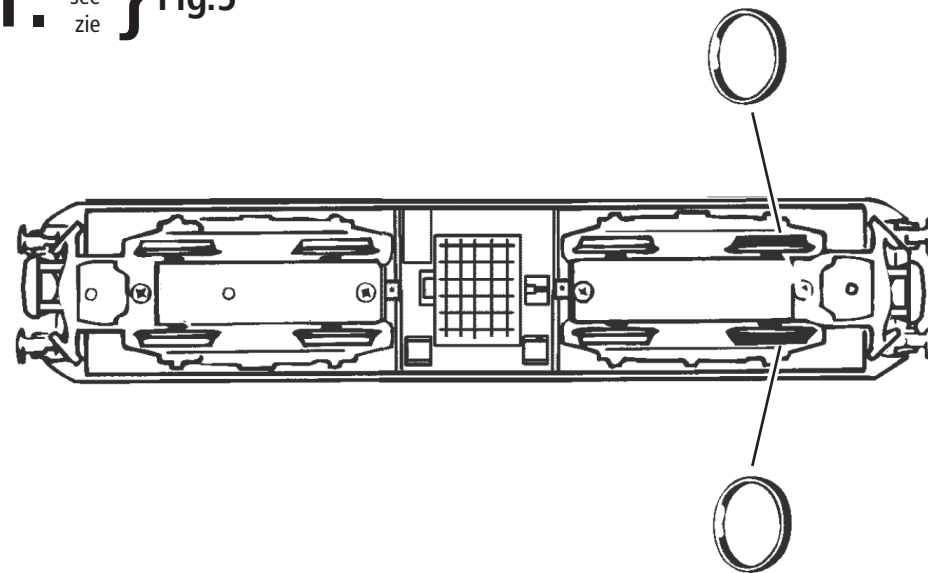

Fig. 1
**Unwrap model:** Take out the model cautiously with foil (fig. 1).
**Uitpakken va uw model:** Pak eerst de plasticfolie en til daarmee het model uit de doos (fig. 1).